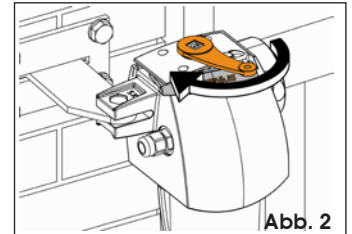

Abb. 2
3. Den Schlüssel in Pfeilrichtung drehen (Abb. 2): Der Entriegelungshebel öffnet sich leicht, um das Eingreifen zu erleichtern.